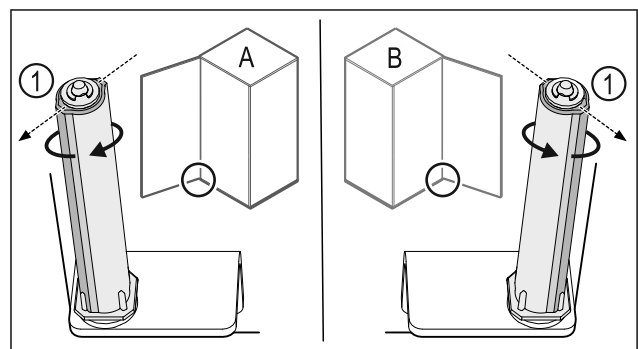

Fig. 54 Linksanschlag (A) / Rechtsanschlag (B)
- Schließsystem gegen den Widerstand drehen, bis der Steg des Schließsystems Fig. 54 (1) nach außen zeigt.